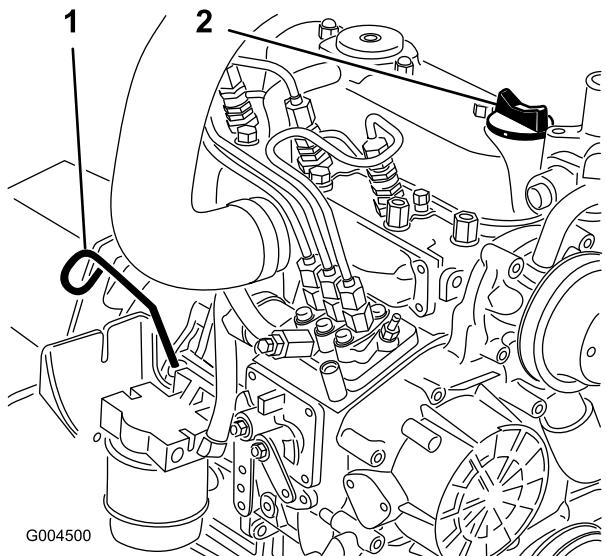

図 43
2. ディップスティック (図 43) を抜き取り、付いているオイルをウェスで拭きとつてもう一度差し込む。引き抜いて油量を点検する。
3. 不足している場合は、キャップ (図 43) を取り、Full 位置までオイルを補給する。